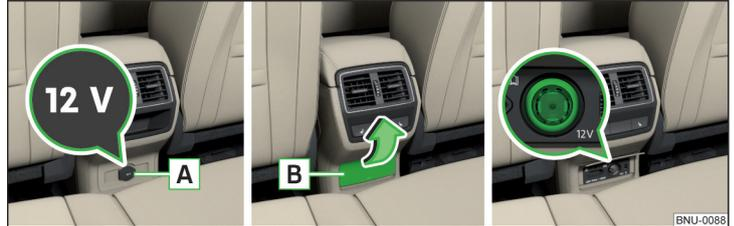

Abb. 127 Abdeckung der 12-Volt-Steckdose / Abdeckung der 12-Volt-Steckdose aufklappen
- Zum **Gebrauch** die Abdeckung **A** öffnen bzw. die Abdeckung **B** in Pfeilrichtung aufklappen » **Abb. 127**.